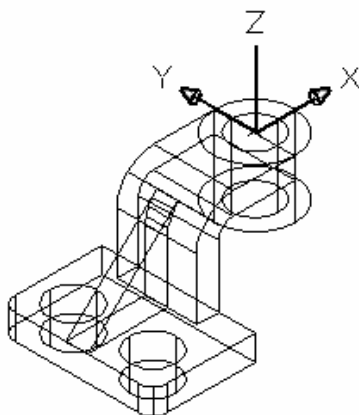

图 9-16
(4)单击按钮，将绘制的轮廓创建为面域。再单击【绘图】/【实体】/【拉伸】，分别拉伸 60，240，移动一下位置，结果如图 9-16 所示。
(5)再用“3 点”方式来建立一个新的 UCS 坐标系。再来绘制两个圆，半径分别为 60，120。再单击【绘图】/【实体】/【拉伸】选项，将两个圆拉伸-160 高度。结果如图 9-16 所示：